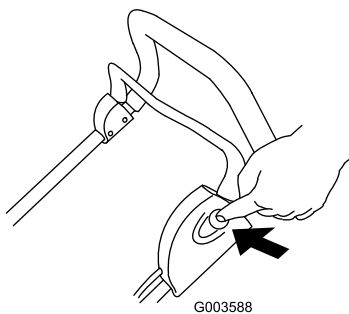

Figura 15
3. Premete il pulsante a sinistra della stegola e tenetelo premuto (Figura 15).